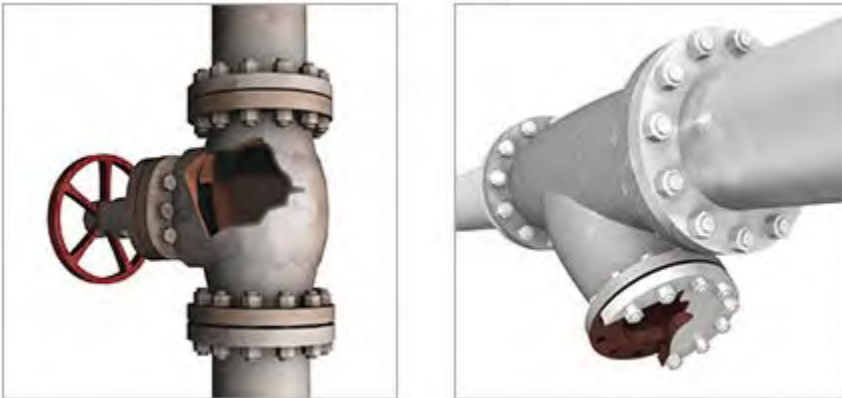

Figure 8 : Bris de tuyauteries dus à un coup de bélier, © TLV CO. LTD
- Risque de provoquer un **coup de bélier** : si le condensat n'est pas éliminé, une accumulation d'eau se forme dans le réseau. En raison de la vitesse de sa circulation, le condensat accumule une importante énergie cinétique et peut alors créer une surpression qui se propage dans la conduite et l'endommager comme on peut le voir sur la Figure 8. Les coups de bélier peuvent également compromettre la sécurité du personnel se trouvant à proximité du réseau de vapeur, notamment en cas de bris majeur.